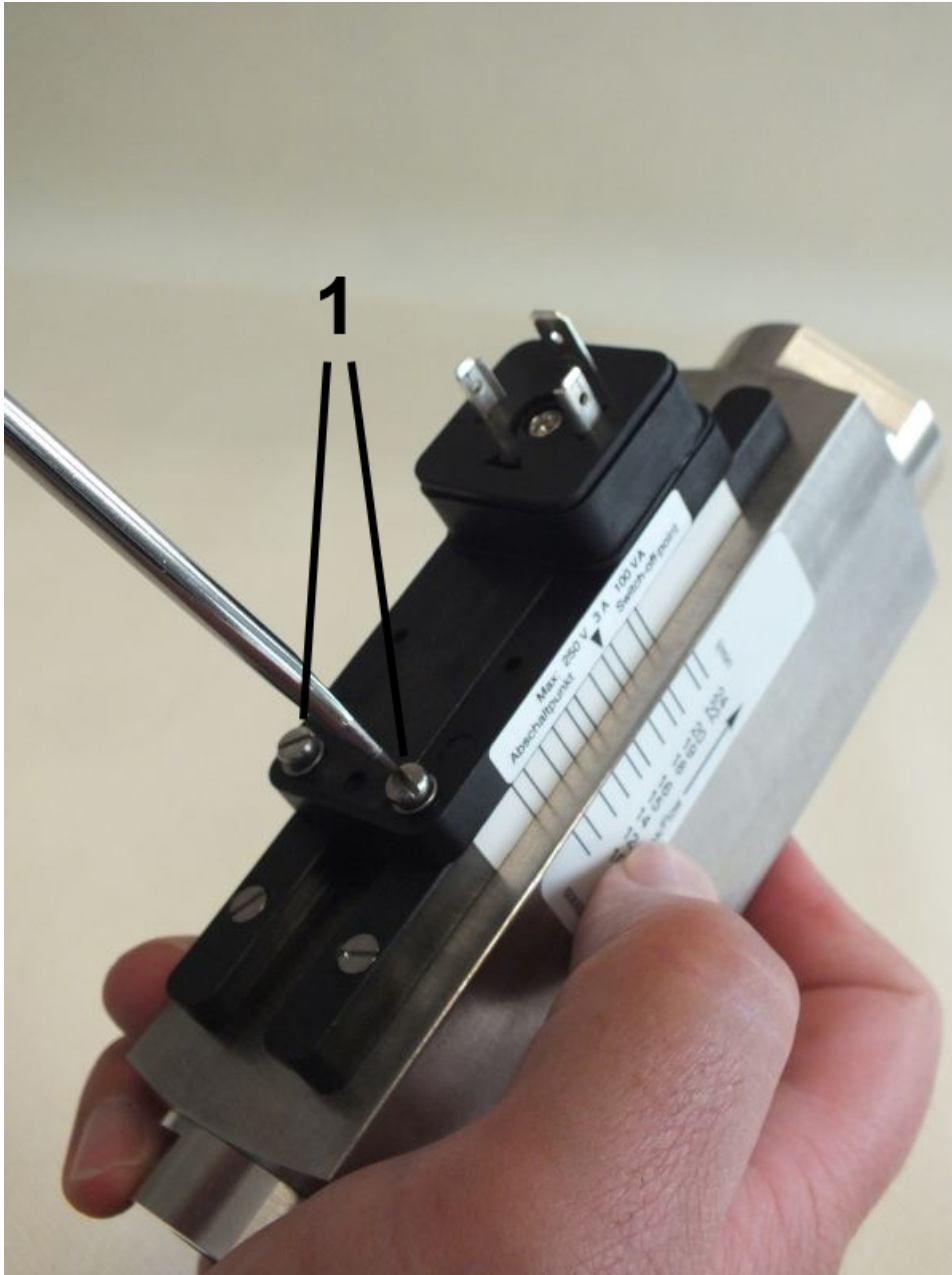

Abb. 60: Feststellschrauben lösen
3. Feststellschrauben (Abb. 60/1) des Schaltkontaktes mit einem Schlitzschraubendreher so weit lösen, dass er sich frei verschieben lässt
11. ➤ Feststellschrauben (Abb. 60/1) wieder festdrehen, dabei Anziehdrehmoment einhalten (→ Kapitel 11.1 „Anziehdrehmomente“ auf Seite 92)